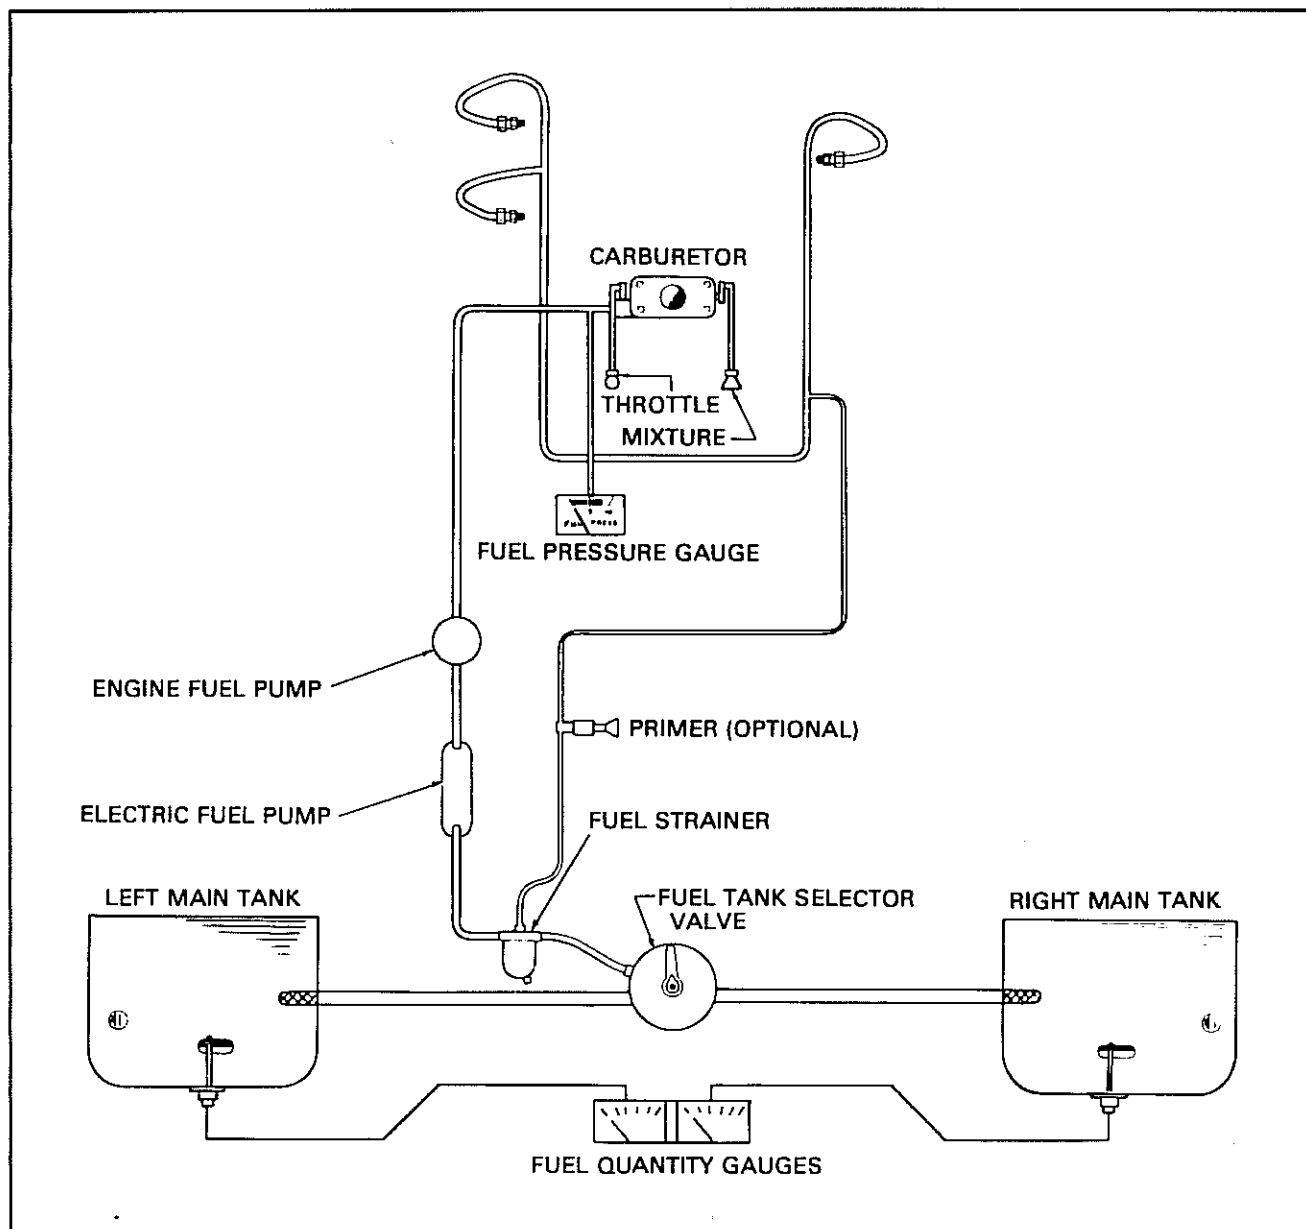

FIGURA 1.5 - L'IMPIANTO DEL CARBURANTE
L'impianto (figura 1.5) è dotato di una pompa elettrica ausiliaria da impiegare in caso di avaria alla pompa meccanica azionata dal motore. La pompa elettrica deve essere inserita (ON) durante i decolli e gli atterraggi, e durante lo spostamento del selettore da un serbatoio all'altro. Il comando della pompa elettrica è situato nel pannello degli interruttori elettrici sopra alla consolle dei comandi del motore.